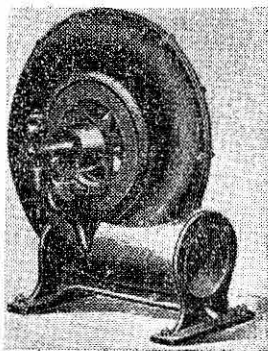

Figura 190.— Abanico
**Abanicos o sopladores.**— Los abanicos o sopladores (figura 190) son aparatos de diferente tipo que impulsan el aire y que son movidos inmediatamente por un contraeje, que a su vez se conecta al árbol de transmisión para obtener el gran número de rotaciones que requieren tales aparatos.